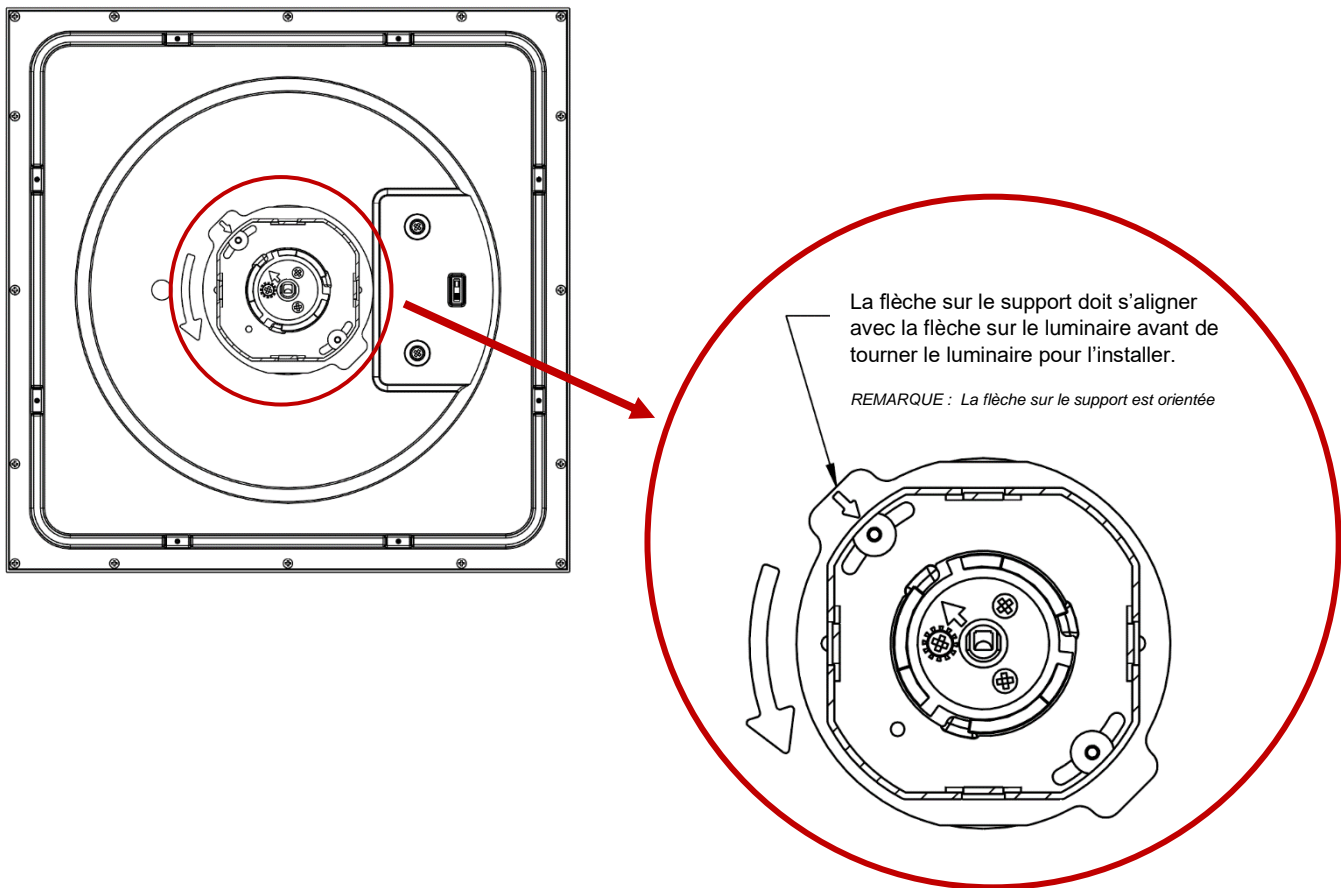

Figure 7
10. **Aligner la flèche droite de la rondelle de montage** de l'ensemble du luminaire **avec la flèche droite du support de montage**, comme illustré à la *Figure 7*.